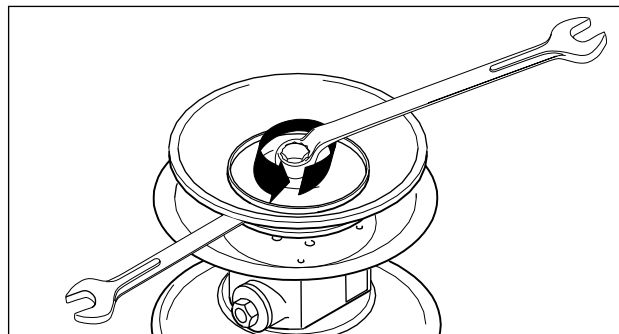
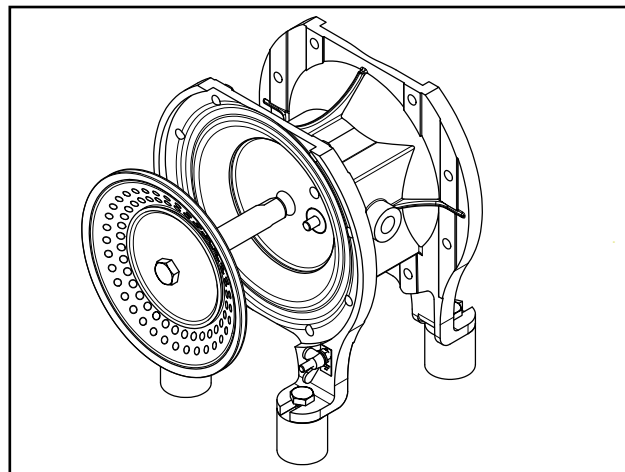

Рис. 10: Ослабление диафрагменной тарелки. (Не требуется в случае диафрагмы porpedE4®.)
Рис. 21: Вынимание мембраны с поршневым штоком
- Ослабьте стяжные хомуты (при необходимости, смажьте, чтобы избежать фиксирования гаек и болтов из высококачественной стали) (рис. 10). В случае высококачественной стали, отполированных вариантов (DL, DH), откройте резьбовое молочное соединение.
- Ослабить внешнюю мембранную тарелку и снять с мембраной (рис.10 и рис. 21)
См. также 5.3.2.3. В отличие от рис. 21 сначала отвинтить диафрагменную тарелку. Вынуть отдельно поршневой шток из блока управления.